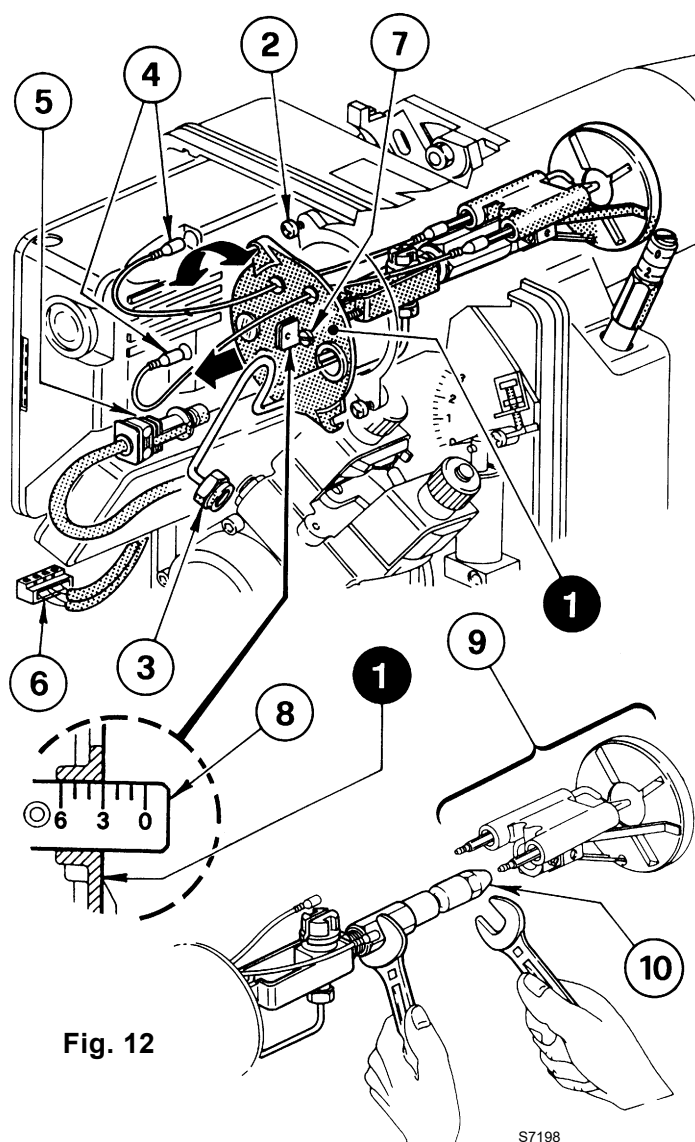

Fig. 12
B Fig. 12 – Enlever la ligne porte gicleur (1) après avoir desserré les vis (2), dévissé l'écrou (3), débranché les câbles (4) de la boîte de contrôle, le capteur flamme (5) et la prise (6).
2 REGLAGE TETE DE COMBUSTION (voir Fig. 12)